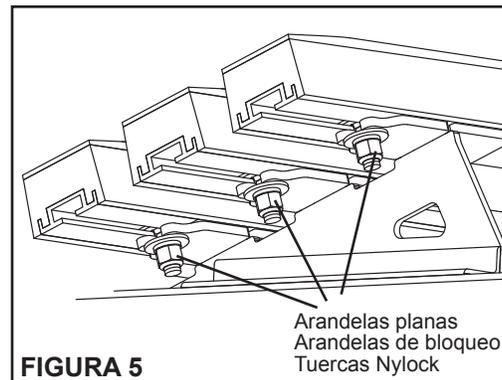

FIGURA 5
- 5. Retire las barras desgastadas.** Afloje y retire las tuercas en cada viga transversal y retire la barra de impacto y soporte de barra, si existen (Figura 5).